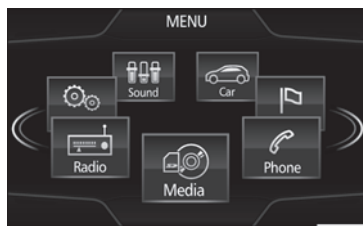

Abb. 27 Siehe Einbauort in der Abbildung 3
- Taste Easy Connect »» **Abb. 27** drücken.